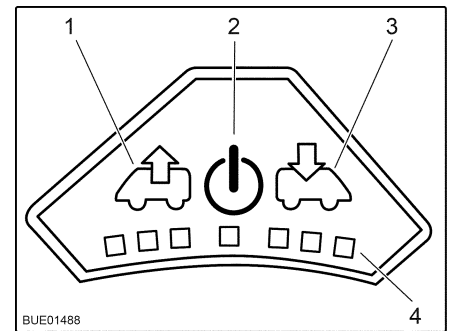

Fig. 56 Quadro comandi del ventilatore
- Accensione:** ■ Premere il tasto On/Off (Fig. 56,2). Il ventilatore funziona in modalità comfort (sfiato al numero di giri minimi del ventilatore).
- Per aumentare il numero di giri del ventilatore: Premere il tasto Sfiato (Fig. 56,1). Il numero di giri del ventilatore aumenta di uno stadio in direzione sfiato. I LED (Fig. 56,4) indicano gli stadi di commutazione.
- Per ridurre il numero di giri del ventilatore: Premere il tasto Aerazione (Fig. 56,3). Il numero di giri del ventilatore si riduce di uno stadio.
- Per aumentare il numero di giri del ventilatore: Premere il tasto Aerazione (Fig. 56,3). Il numero di giri del ventilatore aumenta di uno stadio in direzione aerazione. I LED (Fig. 56,4) indicano gli stadi di commutazione.
- Per ridurre il numero di giri del ventilatore: Premere il tasto Sfiato (Fig. 56,1). Il numero di giri del ventilatore si riduce di uno stadio.
- Premere il tasto On/Off (Fig. 56,2). Il ventilatore si ferma, i LED si spengono.